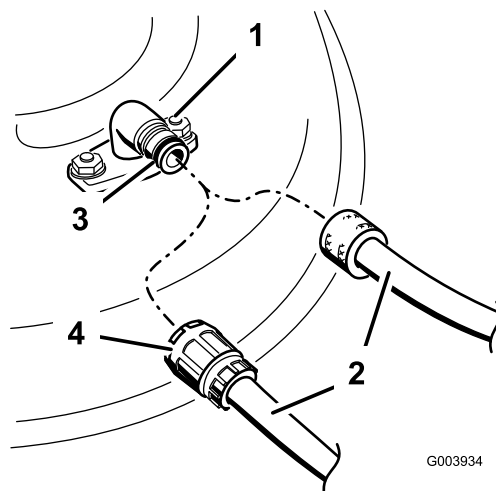

Figure 60
3. Branchez le raccord du tuyau au raccord de lavage du plateau de coupe et ouvrez l'eau en grand (Figure 60).